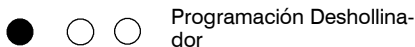

fig. 9.9
- 9 Para programar la función Deshollinador los indicadores luminosos de señalación (LED) se deben visualizar como en fig. 9.9